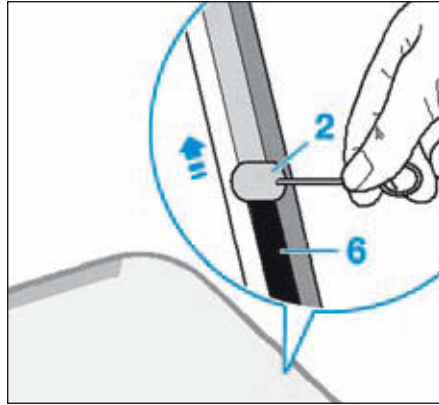

FIG. 13
- Appliquer le primaire en suivant la trace du primaire de fabrication (6) (L = 20 mm) puis laisser sécher 10 minutes (Fig. 13).